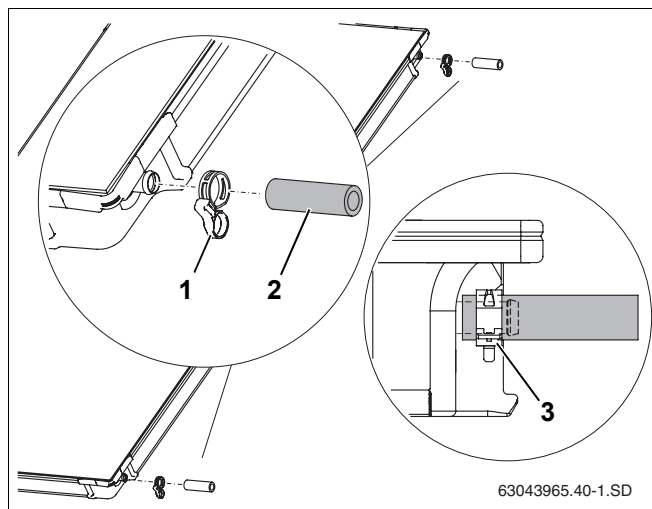

Fig. 39 Premontarea setului de legătură la al doilea colector
- Furtunele solare 95 mm (Fig. 39, **Poz. 2**) se împing în racordurile din dreapta ale celui de-al doilea colector, precum și ale următorilor colectori.
- Colierele arc (Fig. 39, **Poz. 1**) se împing peste furtunul solar (cel de-al doilea colier va asigura mai târziu racordul celorlalți colectori).
- Când colierul arc este poziționat corect, strângeți inelul de siguranță, pentru a asigura legătura (Fig. 39, **Poz. 3**).